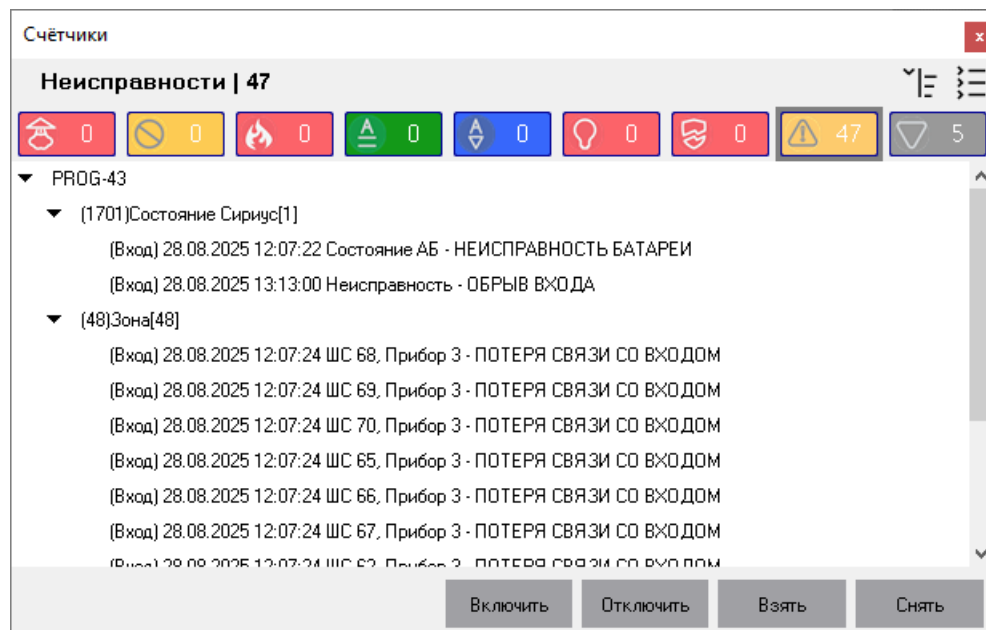

Рисунок 8-129 Функциональная вкладка "Счетчики" с отображением счетчиков
- с отображением счетчиков (см. Рисунок 8-129) – когда вместо отображения счетчиков на панели счетчиков они отображаются в шапке вкладки «Счетчики». В этом случае на вкладке «Счетчики» отображаются элементы с состояниями, соответствующими счетчику, выбранному в шапке вкладки «Счетчики».